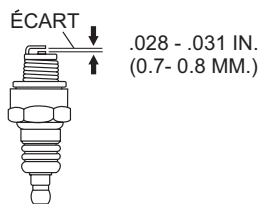

Figure 32. Écartement des électrodes de la bougie d'allumage
1. Retirer la bougie d'allumage et la nettoyer avec une brosse à poils d'acier (figure 32) si elle sera réutilisée. Jeter la bougie si l'isolation est craquée ou ébréchée.